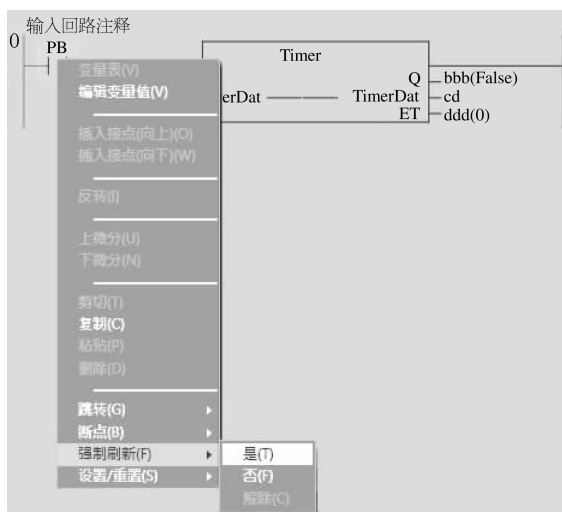

图 5-36 在梯形图编辑器中的强制刷新
2) 如图 5-36 所示, 右击程序输入或输出, 若选择“强制刷新-TRUE”, 输入或输出强制为 ON; 若选择“强制刷新-FALSE”, 输入或输出强制为 OFF。